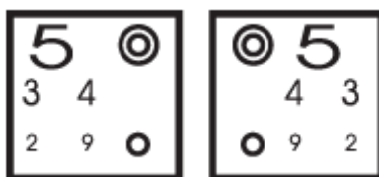

Figure 40
(1) Utilisez le tableau rouge et vert pour déterminer la valeur précise de la lentille sphérique (voir Fig.40). Demandez au patient lequel est le plus visible, tableau rouge ou vert. Si le vert est mieux vu, cela indique que la myopie est augmentée (l'hypermétropie a diminué). La réduction de la valeur de la lentille sphérique de 0.25D. -1.75 → -1.50.